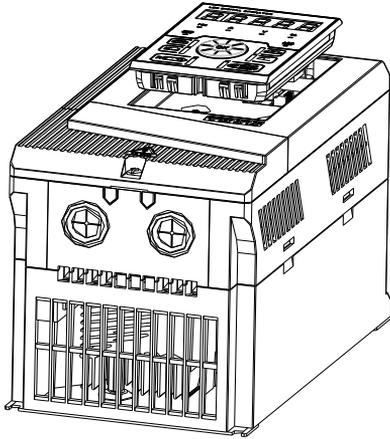

图 2-4 键盘安装图示
- 键盘的安装: 先将键盘的底部 RJ-45 端子与水晶头对齐, 然后平按键盘, 听到“咔”声后即可; 如图 2-4 所示。